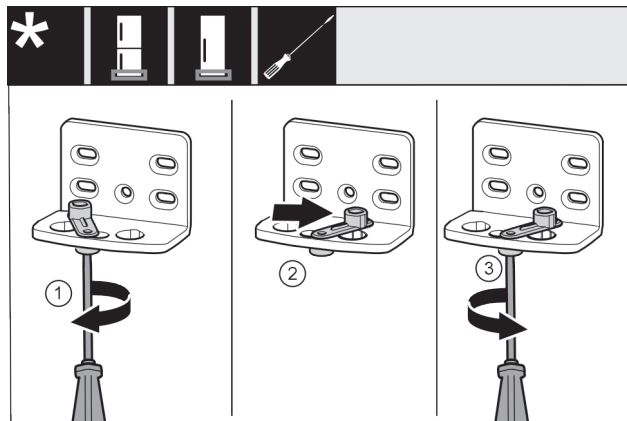

Fig. 19 *
- ▶ Lazán tekerje be a csavart Fig. 19 (1) csavarhúzóval.*
- ▶ Emelje meg az ajtó záródását segítő egységet Fig. 19 (2), és 90°-kal jobbra forgatva tekerje be a furatba.*
- ▶ Húzza meg a csavart Fig. 19 (3) csavarhúzóval.*